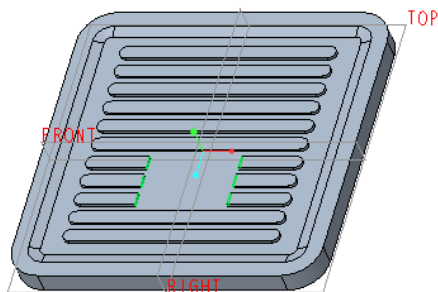

图 5-118 切除效果
(5) 在“拉伸”选项卡中单击  (完成) 按钮, 切除效果如图 5-118 所示。